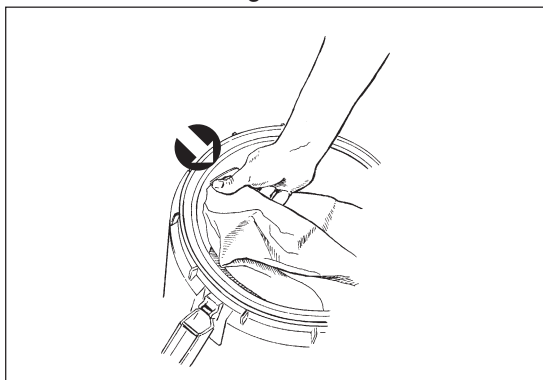

Figure 10
8. Vous disposez d'un sac en papier jetable. Si vous souhaitez l'utiliser, enlevez la tête d'aspiration et installez un sac de contrôle de la poussière en papier en insérant le déflecteur de l'aspirateur dans le pied de fixation du sac en papier. Pour vous assurer que le sac est posé correctement sur le déflecteur, vérifiez que le joint d'étanchéité en caoutchouc est placé dans la rainure du déflecteur (voir Figure 10). REMARQUE : vérifiez que le sac en papier est posé correctement après tout transport de la machine, afin d'éviter que la poussière ne pénètre dans le réservoir d'aspiration.